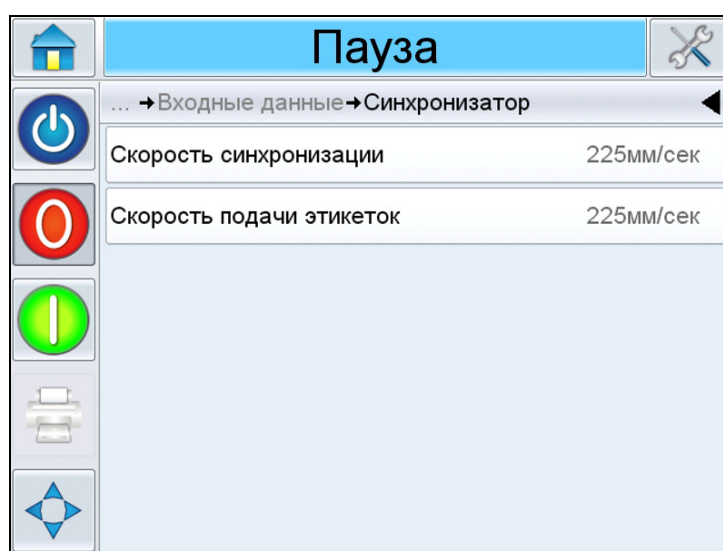

Рис. 4–12: Страница диагностики «Энкодер»
- Энкодер. Нажмите кнопку *Энкодер*, чтобы отобразить страницу диагностики *Энкодер*. На странице диагностики *Энкодер* пользователь может просматривать следующие параметры энкодера (см. Рис. 4–12).